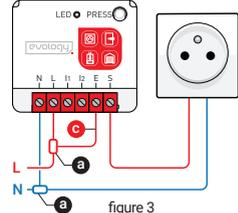

figure 3
- 3 Câblez le récepteur connecté selon le schéma figure 3.